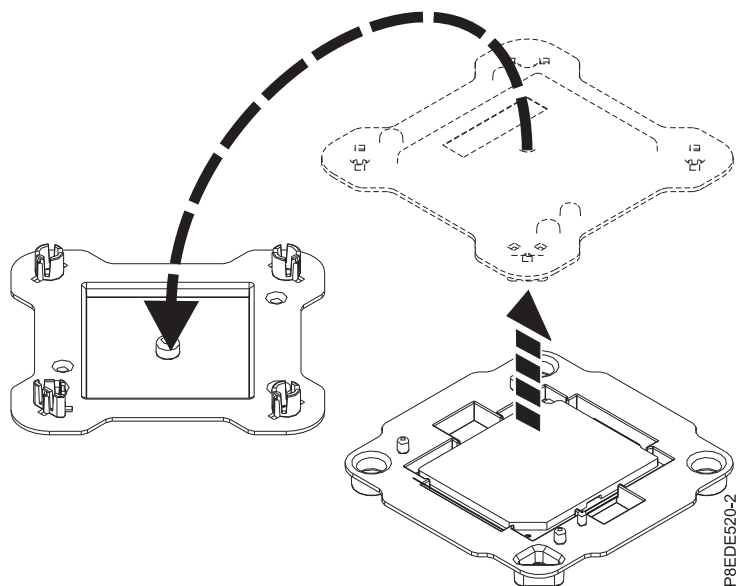

Figura 2. Apertura del empaquetado del módulo del procesador del sistema
3. Abra el empaquetado del nuevo módulo del procesador del sistema y coloque la cubierta boca abajo, al lado de la bandeja, como se muestra en la Figura 2 en la página 5. La cubierta se utiliza para el